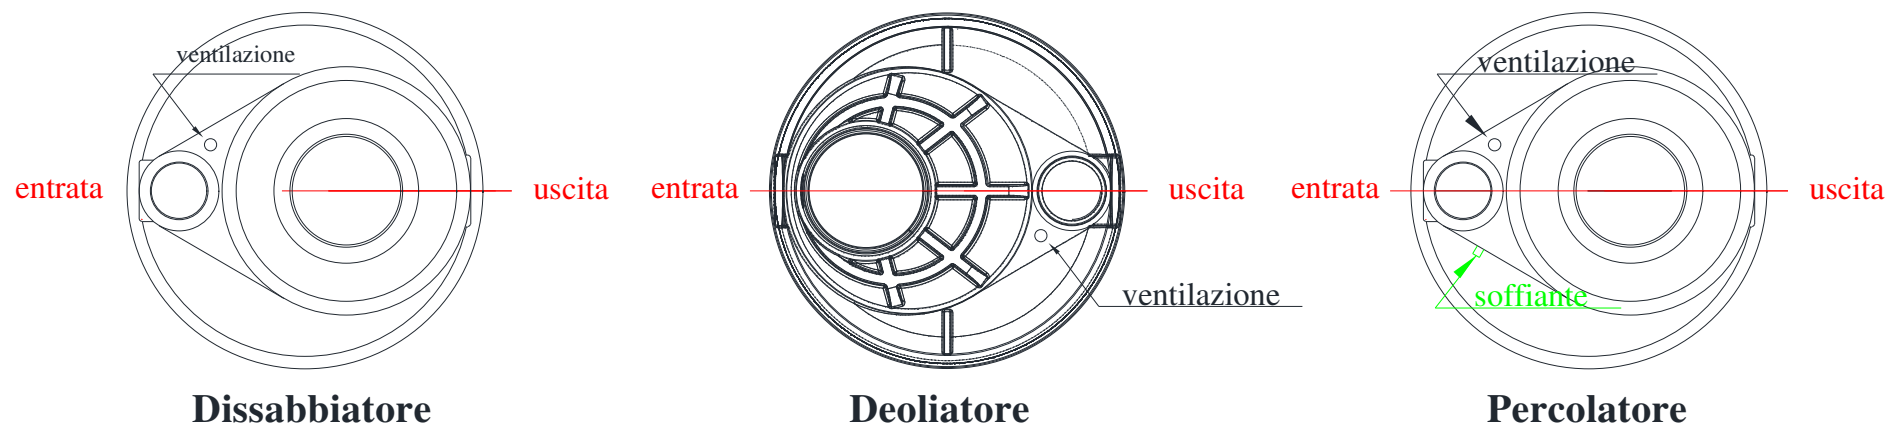

Fig.2 – Posizionamento collegamenti biogas e ossigenazione
5.2. Collegamento uscite biogas (ventilazione) (Fig.2)
- il collegamento standard deve essere effettuato utilizzando fascette di acciaio inox e tubo tipo spring in gomma da ¾" e facendo attenzione che non si schiacci e non si formino strozzature. Il collegamento al depuratore avverrà in corrispondenza del raccordo identificato dalla targhetta "soffiante" (Fig.2).